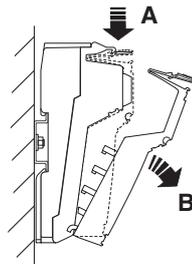
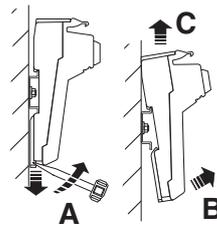

Abb. 10-13 Entfernen eines Steckers
Abb. 10-14 Entfernen des Sockels
- Hebeln Sie den zu entfernenden Stecker durch Druck auf die hintere Stecker-Keilverrastung aus (Abb. 10-13, A).
- Nehmen Sie den Stecker ab (B).
- Fassen Sie mit einem Werkzeug in den Fußriegel, ziehen Sie das Werkzeug nach oben (Abb. 10-14, A) und ziehen Sie das Modul von der Schiene ab (B, C).